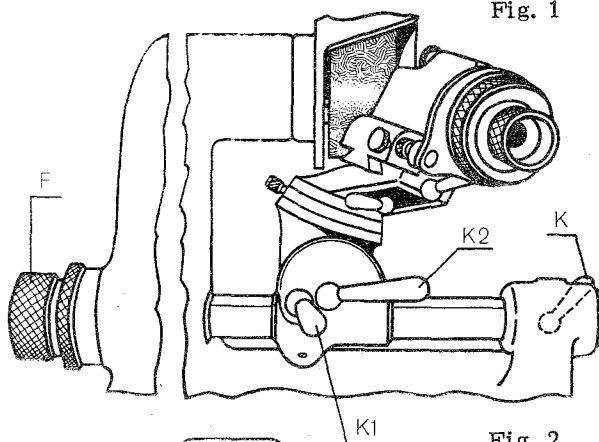

Fig. 2
3. Serrer la manette de blocage K et desserrer la manette K1, faire glisser l'ensemble du porte-diviseur sur son axe-support de manière à amener la fraise légèrement en contact avec la face de la meule. Serrer la manette K1 et ne pas oublier de mettre le repère longitudinal gravé sur la tige-support en face du trait gravé sur le palier du bras orientable. Ensuite, desserrer la manette K. (fig. 2).